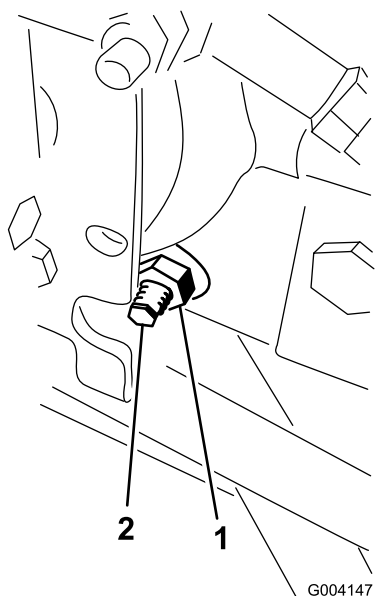

Рисунок 66
3. С правой стороны гидростата ослабьте контргайку кулачка регулировки тяги (Рисунок 66).